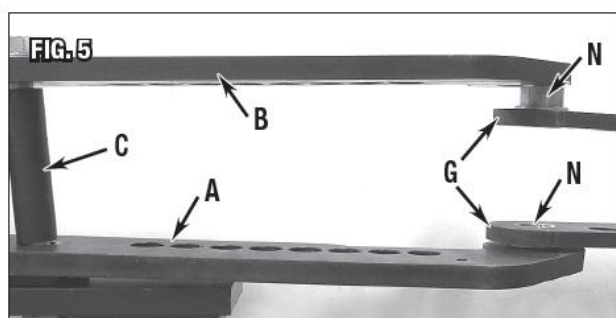

Рис. 5
1. Отвернуть две гайки М18 на концах болтов М18 и развести верхнюю и нижнюю пластины рамы (А) и (В) так, чтобы втулки сдвинулись в отверстиях большого диаметра 32 мм до их фланцев (Рис. 5).
2. Вставить ось шарнира (R) Ø1"х6-1/2" [Ø25х165 мм] в обе втулки.
3. Потянуть верхнюю и нижнюю пластины рамы вместе с внутренним болтом, оставляя внешний М18 болт и распорную втулку Ø1"х4" [Ø26х102 мм] (Рис. 5).